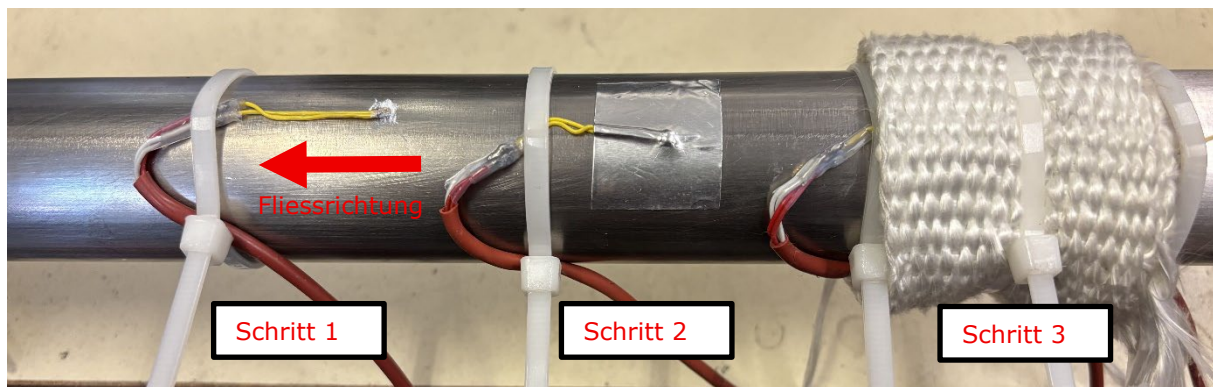

Abbildung 6: Montage PT100 in 3 Schritten
- 4) Das Sensorkabel an der Messstelle mittels Kabelbinder fixieren (Abbildung 6, Schritt 1). Für eine hohe Messgenauigkeit ist eine parallele Wegführung des Kabels zur Strömungsrichtung des Mediums entscheidend. Bei grossen Rohren (>35mm) Montage auf der Seite des Rohres. Bei Temperaturen >150°C Dämmung unter dem Silikonkabel vorsehen.